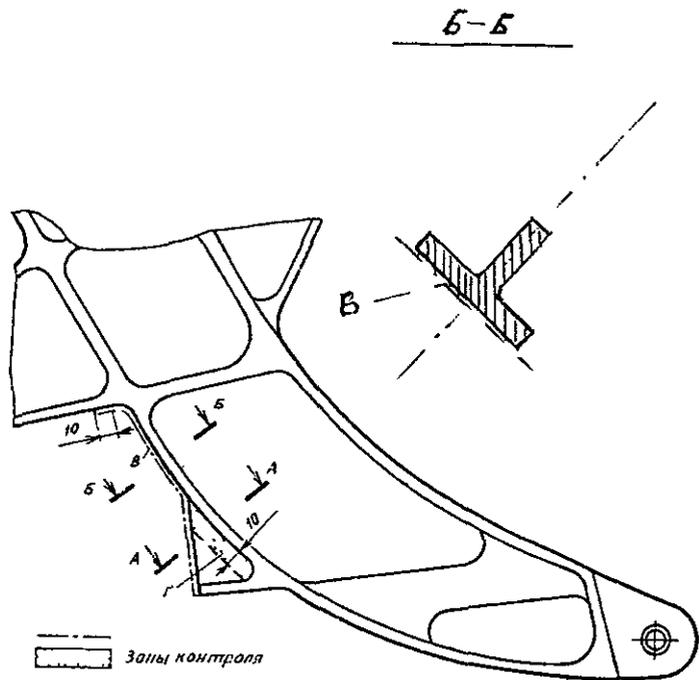

Рис. 70 Доработанный кронштейн закрылка
2. рис.70, сечение А-А с обозначением зоны "В" и "Г" заменить прилагаемым.
(\*) Дополнение к рис. 70.